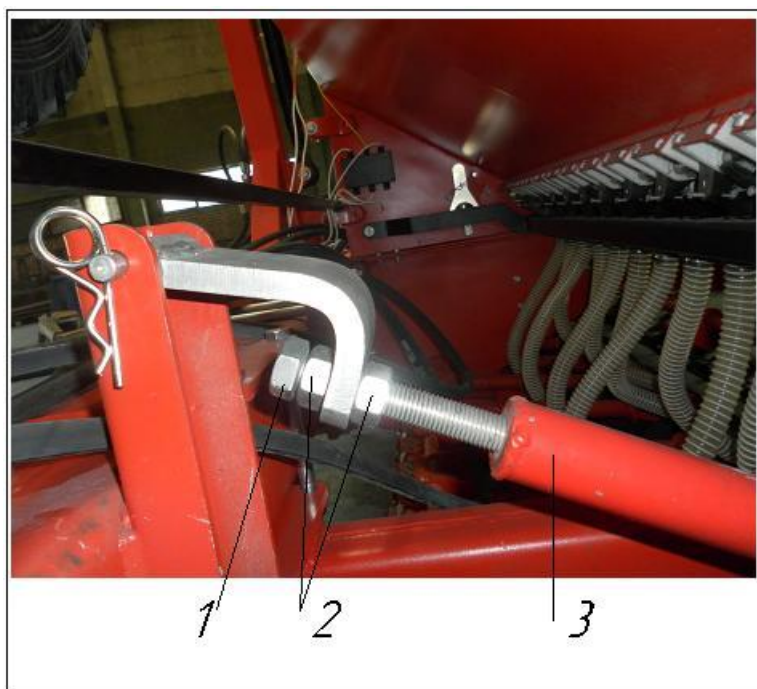
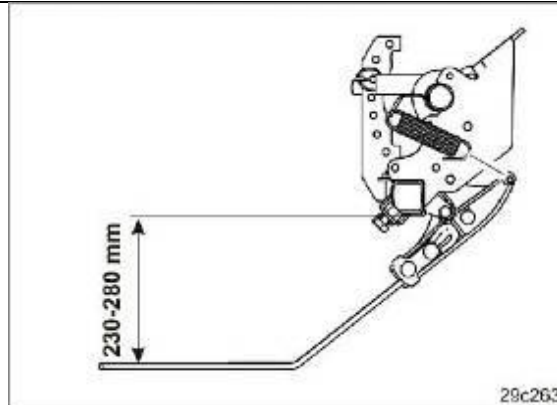

Рис. 74
Рис. 75
- ослабьте гайки (Рис. 74/2) верхней тяги (Рис. 74/3);
- отрегулируйте болтом (Рис. 74/1) и гайками горизонтальное положение (см. Рис. 75) подпружиненных пальцев за счет изменения длины верхней тяги;